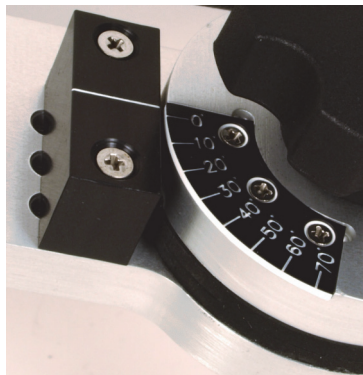

Figura 2-2 Medidor de ângulo
2. Defina o ângulo com o medidor (Figura 2-2 na página 38).